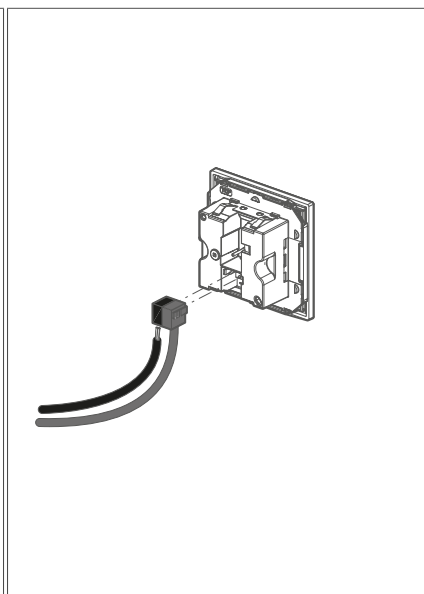

Fig. 20 : Déconnexion de la borne de raccordement du bus KNX
- ③ Retirer la borne de raccordement de bus KNX de l'appareil (cf. Fig. 20).
- ④ En option : Débrancher la borne de raccordement du capteur de température.